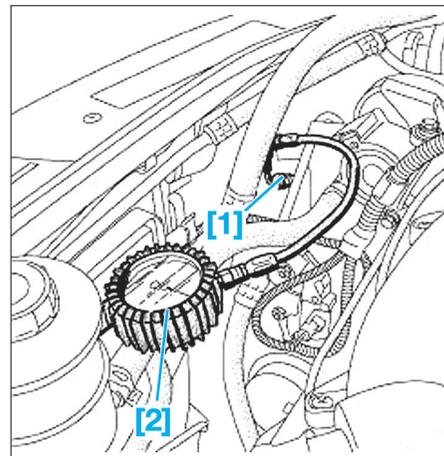

Fig. 17
- [1]. Raccord pour mesure de la pression sur canalisation haute pression de la direction assistée (Réf. Renault Dir. 1204) (Fig.17).
- [2]. Manomètre de contrôle de 0 à 160 bars (Réf. Renault Fre. 244-03) (Fig.17).
- Mettre en place l'outil [1] à la place du pressostat (Fig.17).